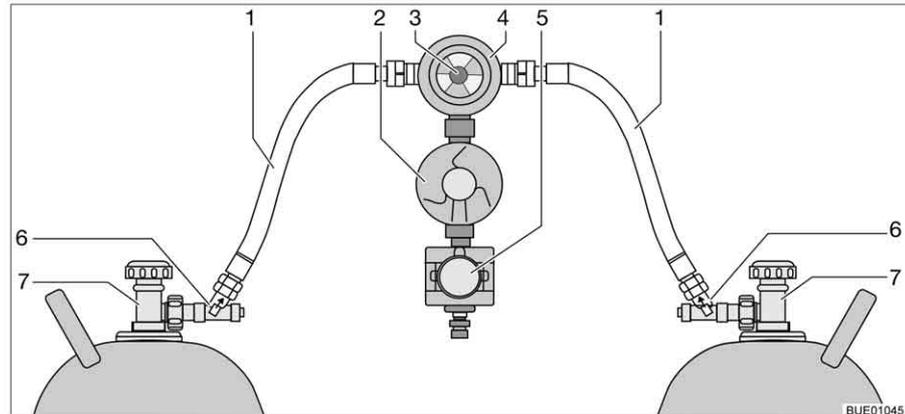

Bild 143 Crash-Protection-Unit-Umschaltanlage
Die Crash-Protection-Unit besteht aus zwei Durchflussbegrenzern mit manueller Entriegelung (Bild 143,6), einem Umschaltventil (Bild 143,4) mit Druckregler (Bild 143,2), einem Elektroventil (Bild 143,5) und der Bedieneinheit mit dreifarbigem LED. Das Umschaltventil ist zwischen den beiden Gasschläuchen (Bild 143,1) montiert.
Mit dem Drehknopf (Bild 143,3) am Umschaltventil lässt sich bestimmen, welche der Gasflaschen als Betriebsflasche und welche Gasflasche als Reserveflasche verwendet wird.
An der Bedieneinheit (Bild 144) können nur die elektrischen Funktionen geschaltet werden. Die Haupt-Absperrventile der Gasflaschen (Bild 143,7) und die Entriegelungen (Bild 143,6) müssen von Hand geöffnet werden.
- Haupt-Absperrventile an den Gasflaschen (Bild 143,7) öffnen.
- Entriegelungen (Bild 143,6) nacheinander 10 Sekunden lang drücken.
- Mit dem Drehknopf (Bild 143,3) am Umschaltventil (Bild 143,4) die Gasflasche wählen, der vorrangig das Gas entnommen werden soll (Betriebsflasche).
- Haupt-Absperrventile an den Gasflaschen (Bild 143,7) schließen.